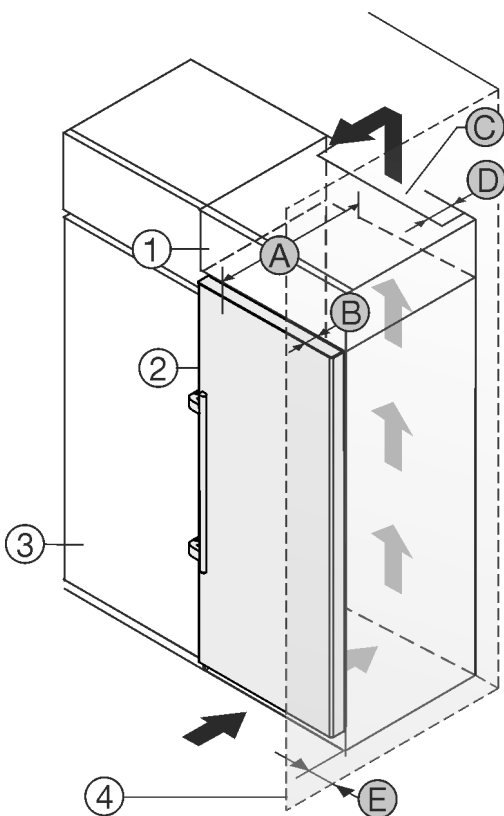

Fig. 24
Das Gerät kann mit Küchenschränken umbaut werden. Um das Gerät Fig. 24 (2) der Küchenzeilenhöhe anzugleichen, kann über dem Gerät ein Aufsatzschrank Fig. 24 (1) angebracht werden.
Das Gerät kann direkt neben dem Küchenschrank Fig. 24 (3) aufgestellt werden. Um die Tür vollständig öffnen zu können, muss das Gerät um die Tiefe Fig. 24 (B) gegenüber der Küchenschrankfront vorstehen. Abhängig von der Tiefe der Küchenschränke und Verwendung von Wandabstandshaltern kann das Gerät weiter herausragen.
- An der Rückseite des Aufsatzschrankes muss ein Abluftschacht mit der Tiefe Fig. 24 (D) über die gesamte Aufsatzschrankbreite vorhanden sein.
- Unter der Raumdecke muss der Entlüftungsquerschnitt Fig. 24 (C) eingehalten werden.
Wenn das Gerät mit den Scharnieren neben einer Wand Fig. 24 (4) aufgestellt wird, muss der Abstand Fig. 24 (E) zwischen Gerät und Wand eingehalten werden. Dies entspricht dem Griffüberstand bei geöffneter Tür.